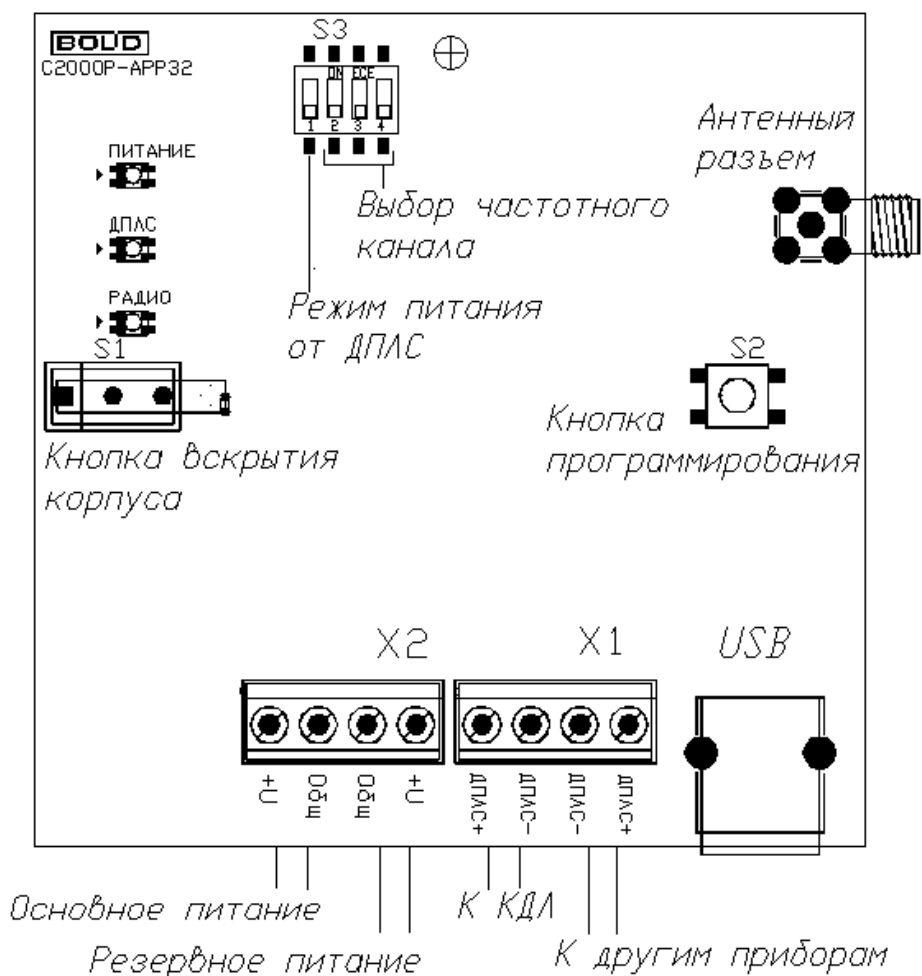

Рисунок 4.1 «С2000P-APP32»
Существует два режима питания APP32, выбор режима осуществляется посредством переключателя S3.1 (см. Рисунок 4.1):
В режиме питания от внешних источников, подключаемых к клеммам X2 (см. Рисунок 4.1), при штатной работе системы отсутствует потребление из сети ДПЛС. В данном режиме APP32 контролирует напряжение внешних источников питания, которое должно находиться в диапазоне от 9 до 28 В.
APP32 имеет три двухцветных светодиодных индикатора (см. Рисунок 4.1):
2. Подключите антенну, входящую в состав прибора, к антенному РЧ разъему на плате (см. Рисунок 4.1);
Выбор РЧ канала осуществляется посредством переключателей S3.2—S3.4 (см. Рисунок 4.1). После выбора канала APP32 и все подключённые к нему РУ переходят на выбранный канал в течение 90 с.